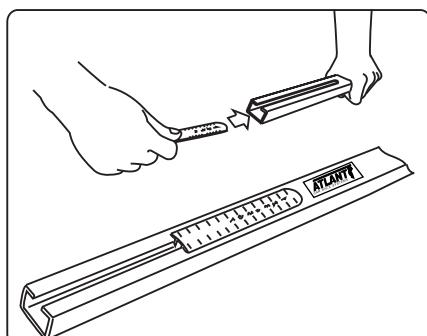

рис. 11
12. Поворотом ключа против часовой стрелки на угол 90° закройте замок крышки (рис. 11).
9. Вставьте линейку в прорезь поперечены закругленным концом вперёд и шкалой наружу (рис. 11).